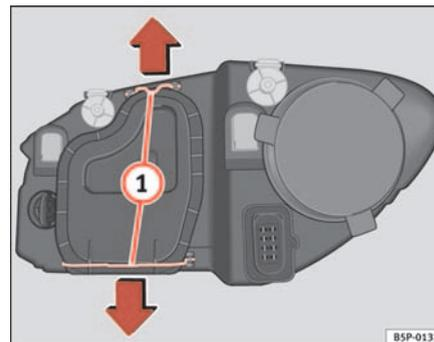

Fig. 175 Feux de croisement
- Déplacez les tirants ⇒ page 256, fig. 175 ① dans le sens de la flèche puis retirez le cache.